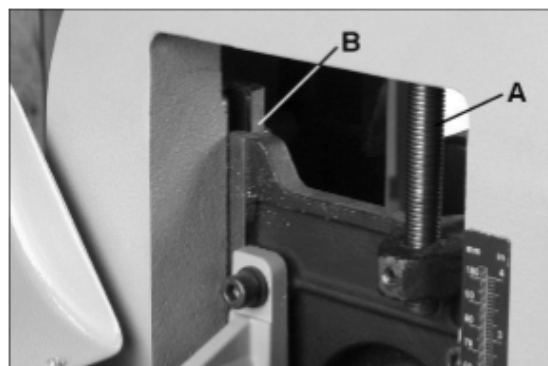

Рис. 18
- По мере необходимости смазывайте подъемный ходовой винт (А, Рис. 18).
- Поддерживайте чистоту в зоне регулировочных клиньев (В, Рис. 18). Периодически слегка смазывайте клинья консистентным смазочным материалом.